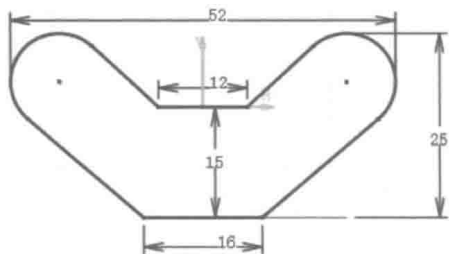

图 3.7 添加水平约束
Step7. 添加图 3.7 所示的水平约束。选择下拉菜单 **插入** → **约束** → **约束创建** → **约束** 命令；标注图中各水平的尺寸。